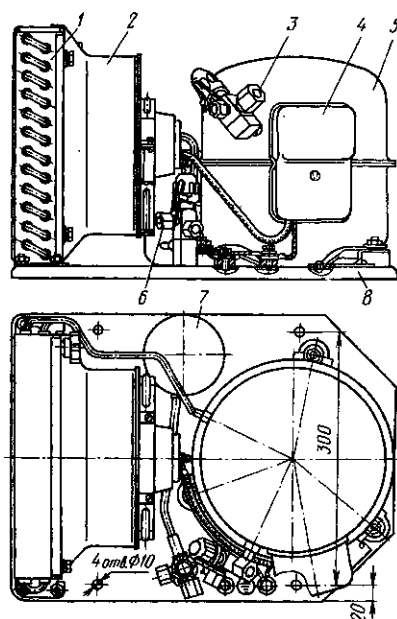

Рис. 166. Герметичный агрегат ВС:
**Демонтаж электрооборудования и осушительного патрона.** Герметичный агрегат (рис. 166) по наклонному транспортеру и рольганговому пути подают к столу разборки, где снимают щиток компрессора и осушительный патрон. Провода электродвигателя вентилятора отсоединяют от клеммной колодки компрессора. Отсоединяют диффузор от конденсатора, кронштейн электродвигателя вентилятора от плиты. Вентилятор с кронштейном и диффузором снимают и отсоединяют вентилятор от кронштейна. Отсоединяют и снимают электроарматуру: клеммную коробку, тепловое реле, распределительный или пускозащитный блок.